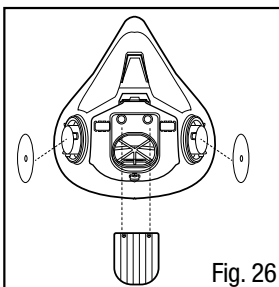

Fig. 26
4. Vuelva a colocar la Válvula de exhalación 3M™ 6583 al insertar los vástagos en los dos orificios hasta que sean visibles desde el interior de la pieza facial y luego jálelos a través de estos hasta que queden asentados y seguros (Fig. 26).